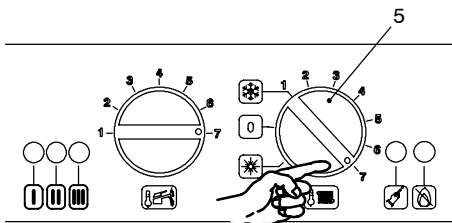

fig. 7.5
- 2 Ruotare il selettore 5 come in fig. 7.5
10 Ruotare il selettore 5 come in fig. 7.5